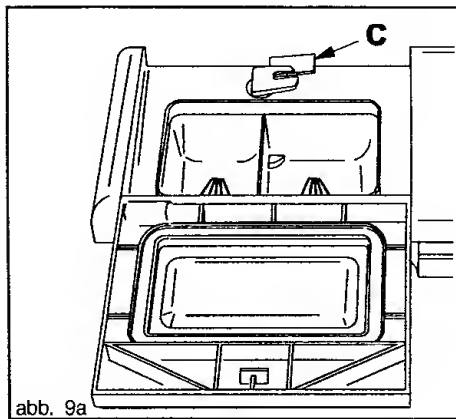

abb. 9a
- 1 Auf den Verschlußhebel "C" (Abb. 9a-9b) drücken: der Deckel springt auf.